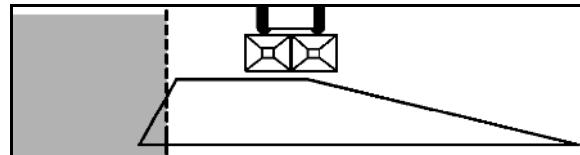

図78
2. Düngeverordnung (肥料に関する指令)に基づく溝での散布(図78):